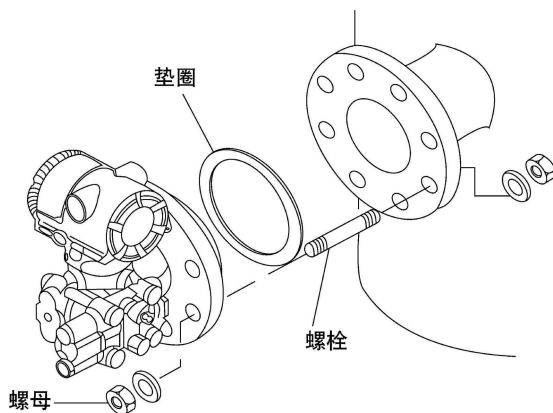

图 20 法兰式液位变送器安装实例
(1)变送器可按图 20 所示高压侧连接到法兰安装。液罐侧的配对法兰、垫圈、螺栓、螺母由使用者自备。